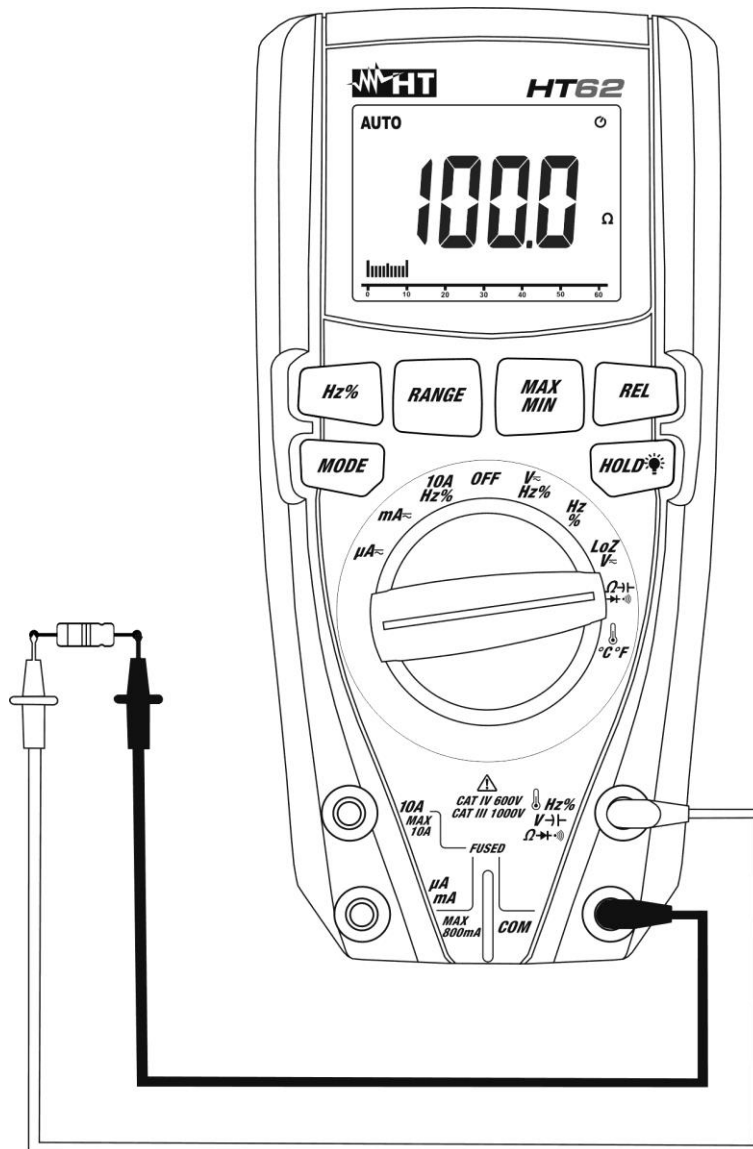

Fig. 6: Uso do instrumento per Medição de Resistências e Teste de Continuidade
3. Colocar as ponteiros nos pontos pretendidos do circuito em exame (ver Fig. 6). O valor da resistência é apresentado no display.